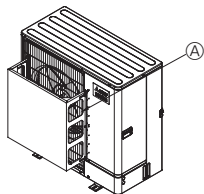

Fig. 2-3
- ② Монтирайте допълнително изпускателно направляващо устройство, ако тялото е монтирано на място, където силни ветрове от тайфуни и др. могат директно да влязат в изхода за въздух. (Fig. 2-3)